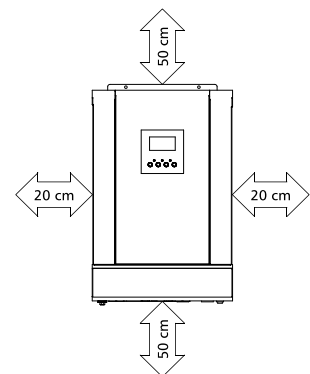

Abbildung 4: Minimaler Abstand zu anderen Gegenständen und Wänden
- Um für eine ausreichende Belüftung und Zugänglichkeit zu sorgen, achten Sie bitte darauf die Abstände wie abgebildet (*Abb. 4*) einzuhalten. Dies betrifft sowohl Wände als auch andere Gegenstände.